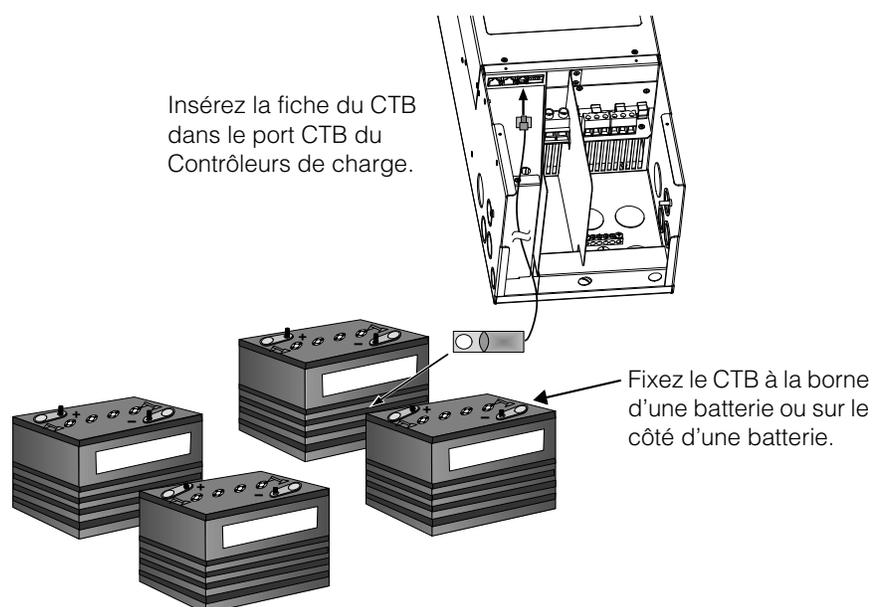

Figure 2-15 Installation du CTB
4. Passez l'autre extrémité du câble du CTB dans l'entrée défonçable et la rondelle de décharge de traction sur le Contrôleurs de charge, et insérez la fiche du CTB dans le port RJ-11 du CTB. Reportez-vous à la Figure 2-15.